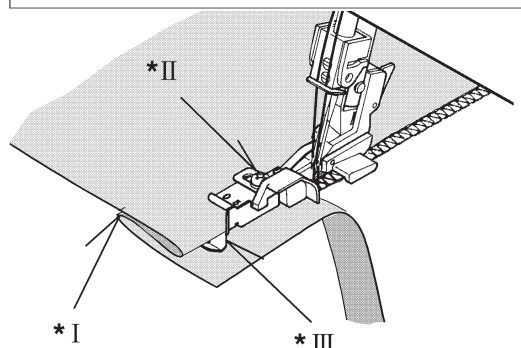

Fig. 2
2. Con el material así, colocarlo debajo del pie prensatelas de puntada invisible, avanzar el borde plegado a través de la guía enfrente del pie y bajar la palanca elevadora del pie prensatelas. Ahora coser un par de puntadas. El hilo de la aguja izquierda ha de coger la esquina del pliegue. Si es necesario ajustar la guía mediante el tornillo mostrado en la Fig. 2.